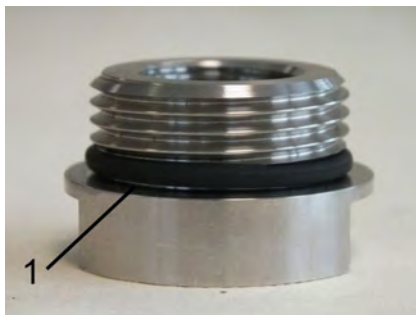

Abb. 44: Position des O-Rings
2. Position des O-Rings auf der Verschraubung (Abb. 44/1)